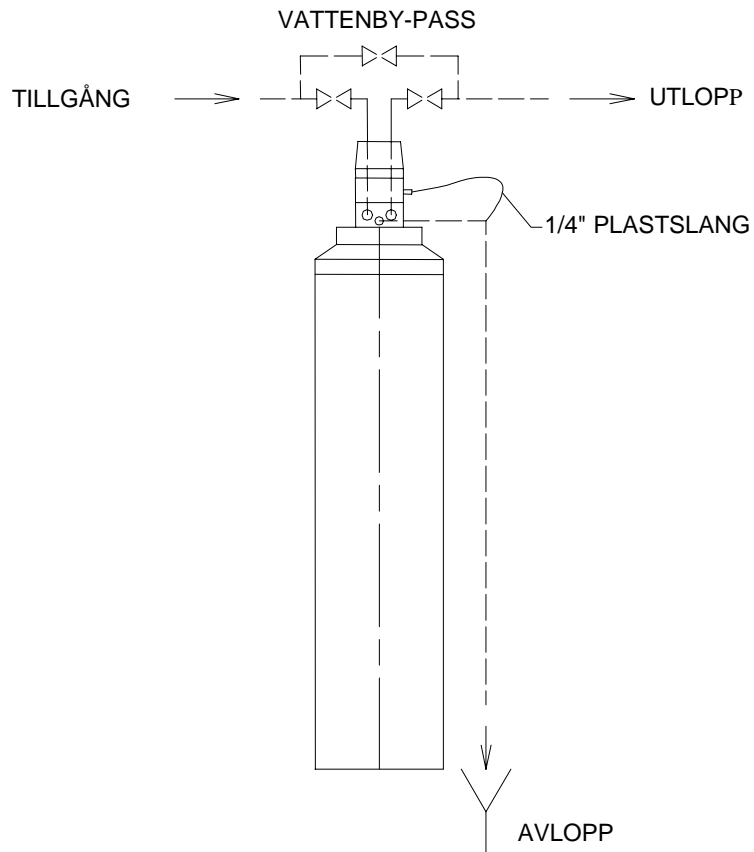

Fig. 1.
3. Installera en by-pass som visas på fig. 1.